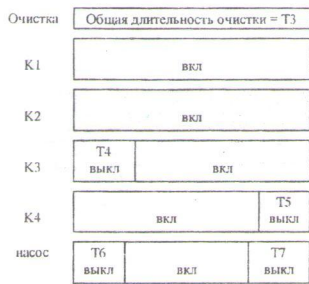

Рис. 6. Временная диаграмма процесса очистки фильтра
9. Очистить фильтр, манипулируя клапанами $K1...K4$ и включением насоса – согласно временной диаграмме (рис. 6).